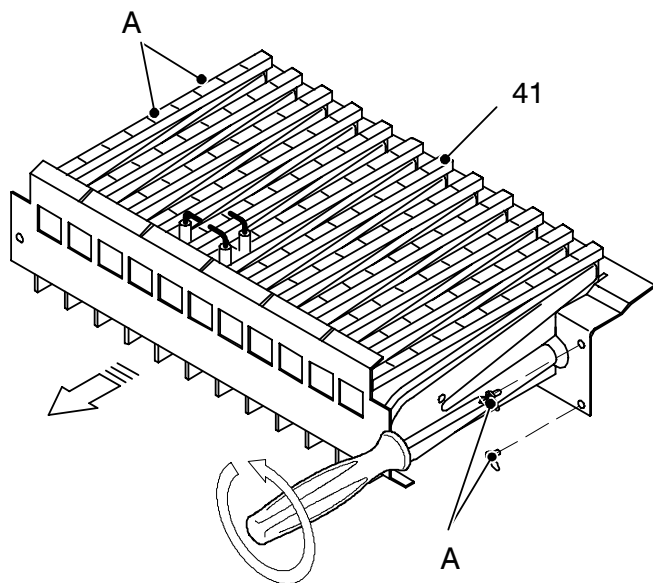

fig. 8.1
- 4 Togliere il pannello anteriore della camera di combustione ed il bruciatore 41 in fig. 8.1